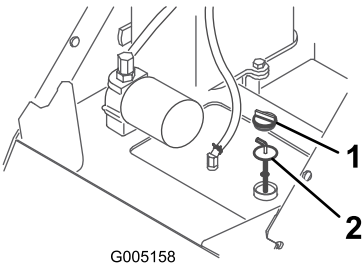

Figura 36
4. Limpie la zona alrededor del cuello de llenado del depósito de aceite hidráulico (Figura 36).
5. Retire el tapón del cuello de llenado y compruebe el nivel de fluido en la varilla (Figura 36).